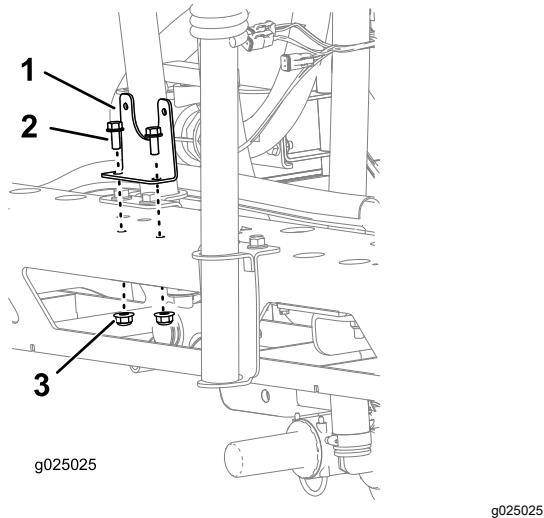

Figura 1
2. Sujete el soporte al bastidor con los 2 pernos (5/16" x 3/4") y 2 contratuerca (5/16"), según se muestra en **Figura 1**.